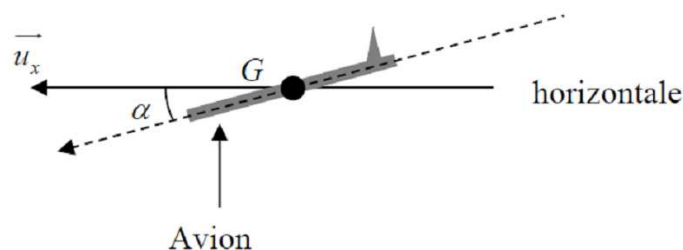

Figure 6 - Avion en mouvement rectiligne uniforme sans propulsion
- Q10.** Dans cette question, on se propose d'interpréter physiquement ce que les professionnels de l'aéronautique appellent la finesse $f = \frac{C_z}{C_x}$ d'une aile. Pour cela, on considère la situation d'un avion, tous moteurs coupés, ayant un mouvement de translation rectiligne uniforme descendant. On note α l'angle entre la direction de l'écoulement de l'air autour de l'avion et l'horizontale (**figure 6**). À l'aide d'une représentation des forces sur le schéma de la **figure 6**, établir le lien entre la finesse f et l'angle α . De quelle distance d_H l'avion a-t-il avancé à l'horizontale lorsqu'il a perdu une altitude d_V ? Conclure sur le sens physique de la finesse.
On étudie un viseur à frontale fixe (figure 6) constitué par :